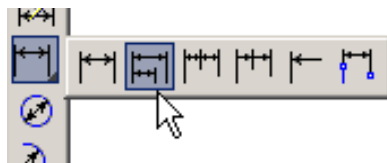

Рис. 2
- На инструментальной панели **Размеры**  сделайте активной команду **Линейный от общей базы**, рис. 2.